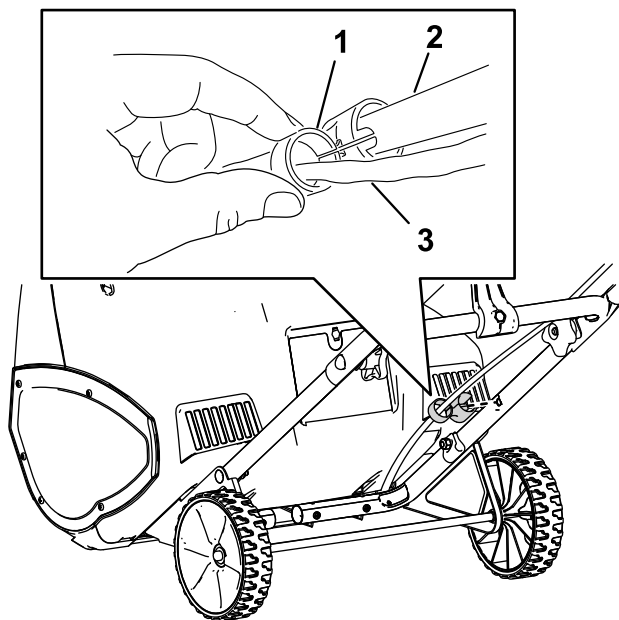

Figura 2
4. Conecte la guía del cable al manillar (Figura 2).